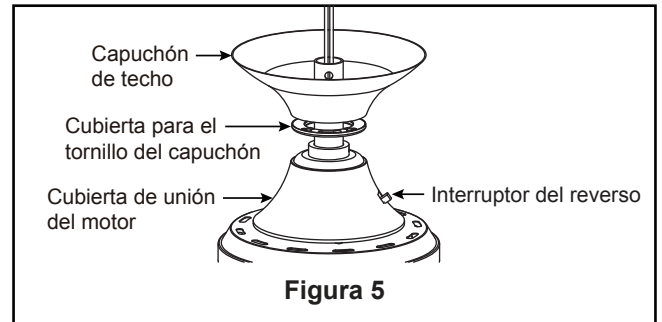

Figura 5
5. Pase los cables a través de la cubierta de unión del motor, la cubierta para el tornillo del capuchón y el capuchón. (Figura 5)